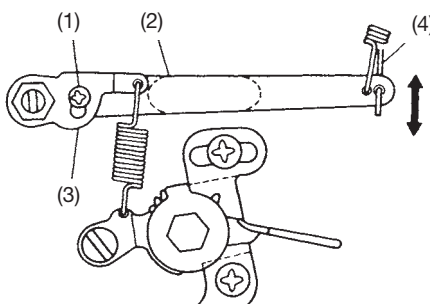

Fig. 12B
- 1) Zet de motor stop en draai dan eerst de schroef A (1) los. Trek de externe hendel van de regulator (2) omhoog en druk de veerhendel (3) omlaag, draai tegelijkertijd de schroef A weer vast (Fig. 12B)